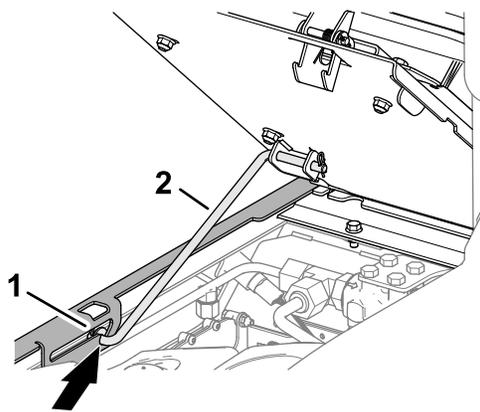

Figura 64
3. Assegure-se de que as barras de apoio assentam na ranhura da placa guia da barra (Figura 64).